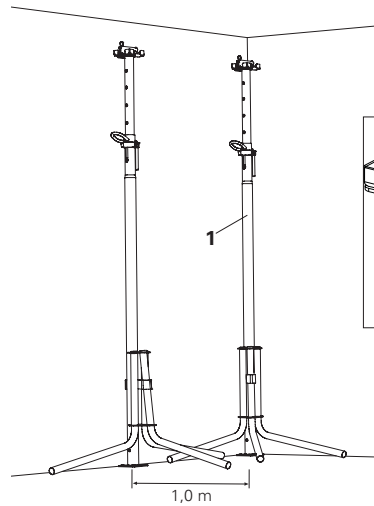

Fig. A4.01
1. Installare due puntelli con teste di appoggio (1) e fissare con treppiedi, distanza 1,0 m (Fig. A4.01)